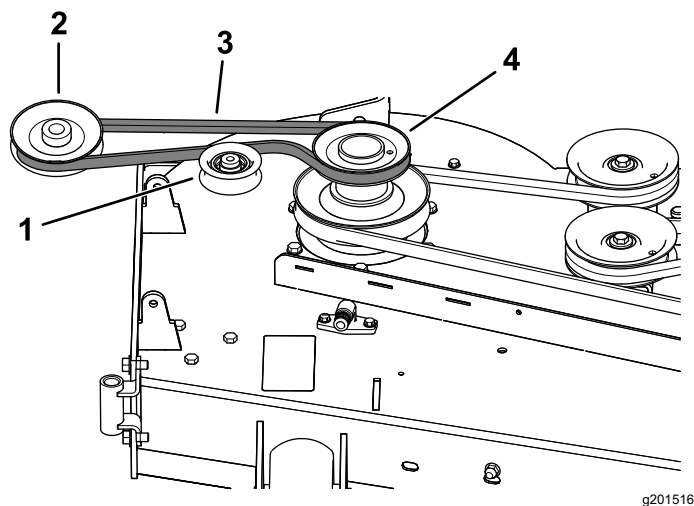
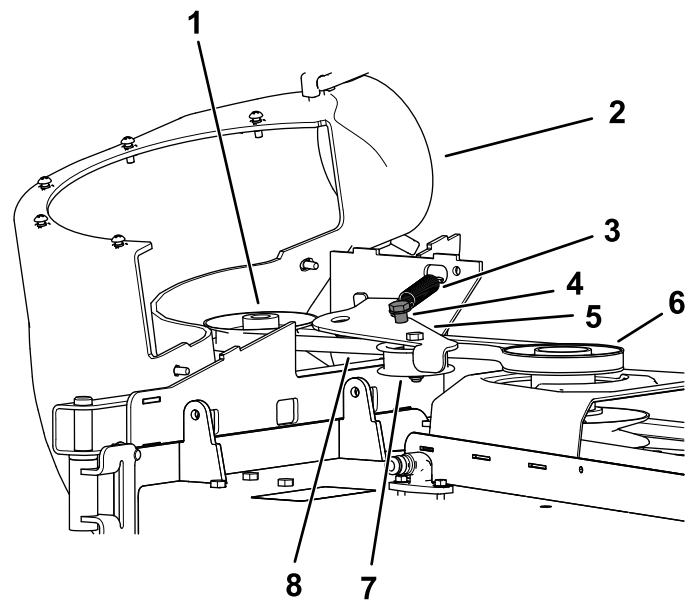

Figura 25
Figura 26
1. Dacă este necesar, montați cureaua pe folia suflantei (Figura 25).
1. Montai cureaua în jurul fuliei suflantei (Figura 25 i Figura 26); consultai 10 Montarea ansamblului suflantei (Pagină 15).
3. Trageți fulia de ghidare cu arc departe de tija cu arc fix și amplasați cureaua în jurul fuliei punii mainii de tuns iarba (Figura 26).
4. Amplasați cureaua în jurul fuliei de acionare, așa cum este ilustrat în Figura 25 i Figura 26.